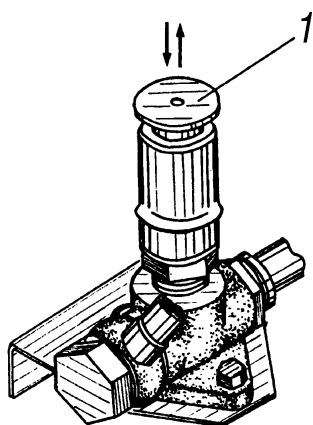

Рис. 10. Насос ручной топливопрокачивающий:
**Насос ручной топливопрокачивающий** предназначен для заполнения системы питания топливом и удаления из нее воздуха, установлен на правом лонжероне около воздушного фильтра. Для подачи топлива в насос высокого давления при неработающем двигателе (после длительной стоянки и демонтаже топливопроводов в системе питания) отвернуть ручку 1 (рис. 10) против часовой стрелки до освобождения ее из фиксированного положения и совершать возвратно-поступательное движение вверх-вниз. Закачав топливо вручную, утопить ручку и зафиксировать ее поворотом по ходу часовой стрелки до упора.